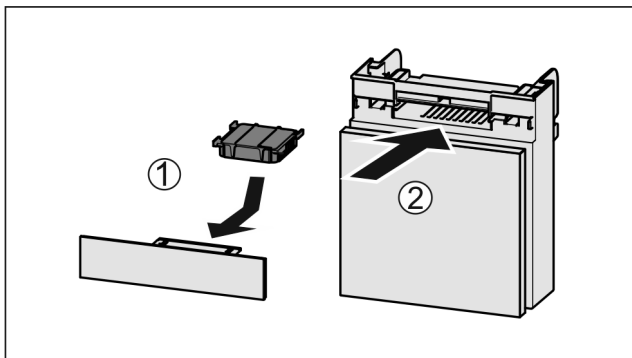

Fig. 82
- ▶ Filtr s aktivním uhlím vložte podle vyobrazení Fig. 82 (1).
- ▶ Zásuvku zasuňte Fig. 82 (2).